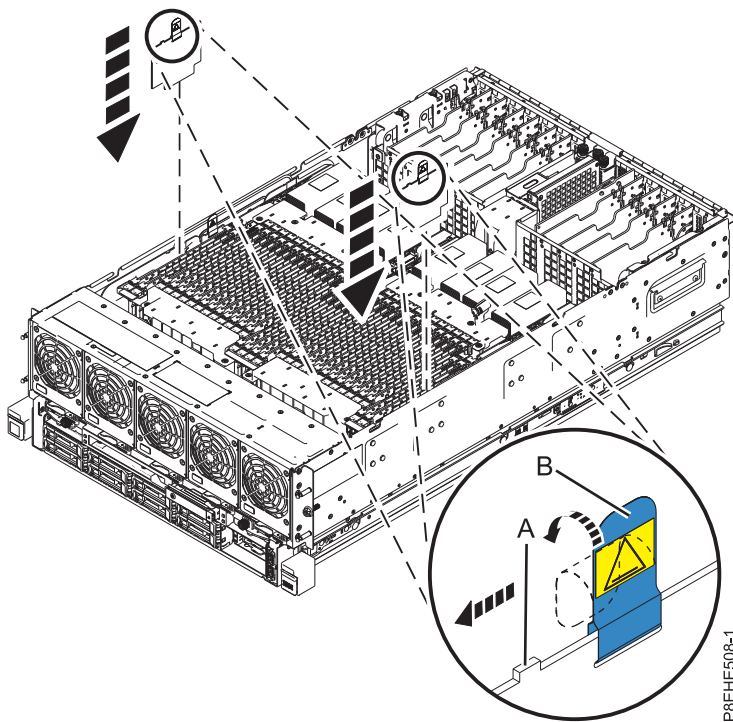

Abbildung 1. Speicherspannungsreglermodul installieren
- a. Platzieren Sie das Speicherspannungsreglermodul im Anschluss der Systemrückwandplatine an, wie in Abb. 1 dargestellt.